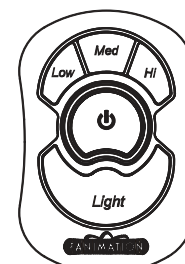

Figura 32
- ☐ 4. El transmisor del mando a distancia de 5 botones incluye 5 botones para controlar las velocidades baja, media y alta del ventilador, así como el encendido y apagado del mismo. Se dispone de niveles de luces infinitos manteniendo pulsado el botón on/off. (Figura 32)